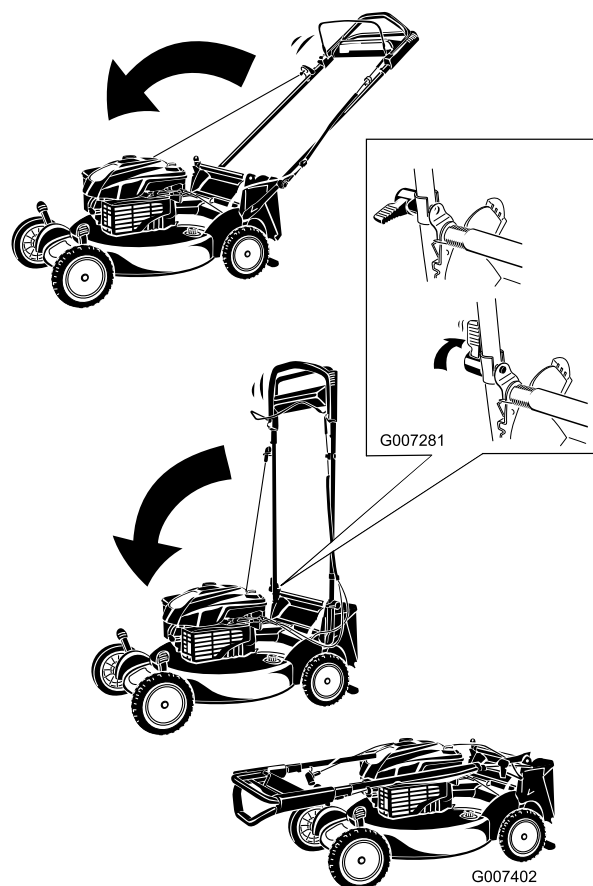

Figura 45
1. Fate ruotare la stegola in avanti (Figura 45).